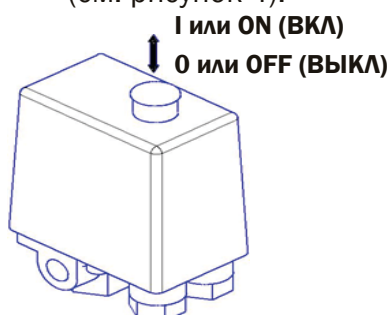

Рисунок 4
- 4 Включите компрессор выключателем на маностате. Для этого необходимо переключить выключатель в положение "I" или "ON", в зависимости от исполнения (см. рисунок 4).
1. Переключите выключатель на маностате в положение "0" или "OFF", в зависимости от исполнения (см. рисунок 4).